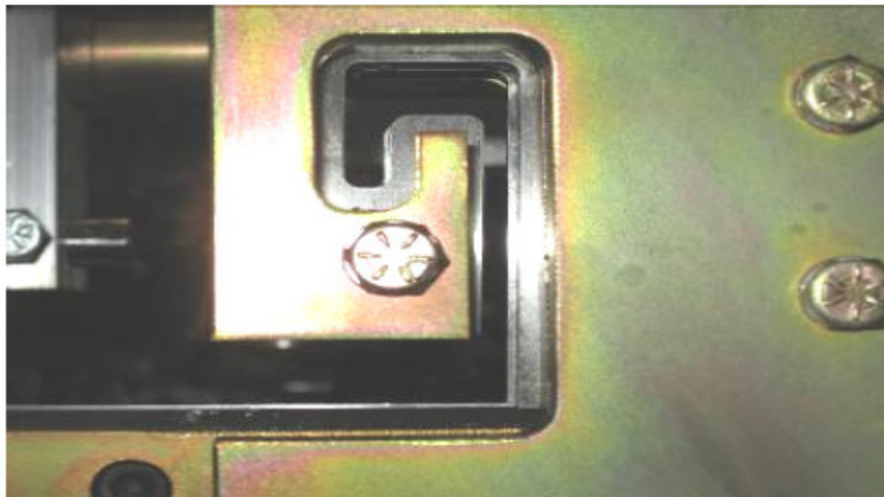

Ilustración 58: Ajuste de molde de salida.
31. Ajuste los moldes de salida para que estén compensados a las afueras de los moldes de ingreso por aproximadamente 1/64" y luego asegure con dos tornillos "C" (Ilustración 58) en cada ensamble. ***Esta compensación es necesaria para que una vez que se realice un corte, el eje principal del panel no se enganche en el molde de salida.***